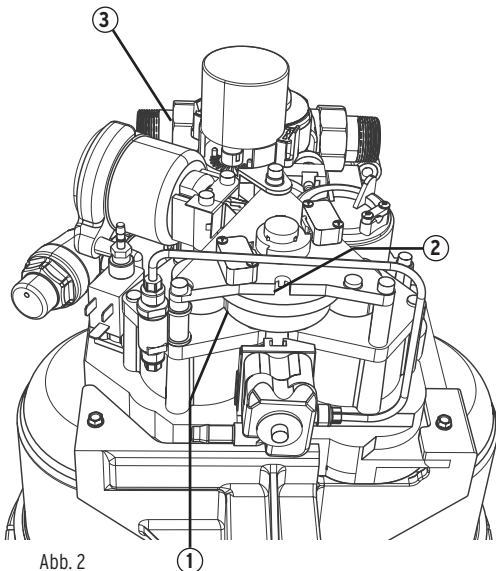

Abb. 2
- c) Der Antriebskolben dreht das Treibrad (1) (Abb.2), das wiederum das kleine Zahnrad steuert. Die Position des Treibrades kann an der Positionsanzeige (2) abgelesen werden. Nach zwei Hüben ist die Besatzungsstellung (Pos. 2) erreicht. Anschließend führt der Antrieb wieder einen Hub aus. Die bis dahin verbrauchte Abwassermenge beträgt ca. 4,5 Liter.
- j) Sollten die gemessenen Werte deutlich von den Sollwerten (siehe Kapitel "Wartungsprotokoll") abweichen, so ist der Kundendienst zu benachrichtigen. Geben Sie bitte stets die Gerätenummer an, die an der Oberseite des Geräte-Anschlussflansches (3) eingepreßt ist (Abb. 2).